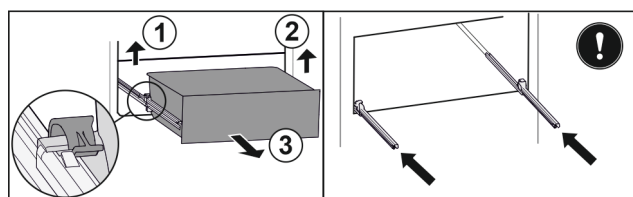

Fig. 144
- Linke Klemme anheben und gleichzeitig Schubfach links nach vorne ziehen. Fig. 144 (1)
- Rechte Klemme anheben und gleichzeitig Schubfach rechts nach vorne ziehen. Fig. 144 (2)
- Schubfach nach vorne entnehmen. Fig. 144 (3)